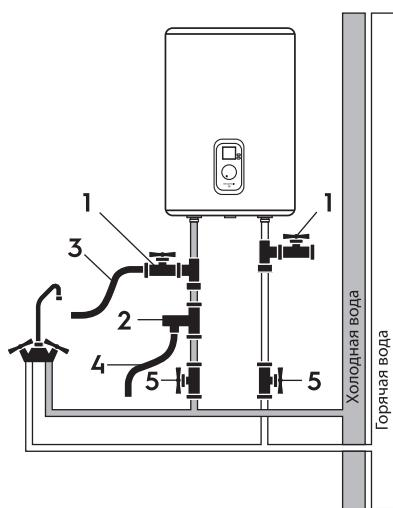

Рис. 5
нагреватель как можно ближе к месту использования горячей воды, поскольку чем меньше длина труб, тем меньше потери тепла. Как показано на рис. 5а, при горизонтальной установке водонагревателя трубы подводки должны быть расположены справа. При установке водонагревателя рядом со стеной, оставьте рекомендованное свободное пространство для технического обслуживания. Не устанавливайте водонагреватель на горизонтальной поверхности и вплотную к полу.
Подключение обратного предохранительного клапана (рис.5, поз. 2): клапан следует устанавливать в месте входа холодной воды (удостоверьтесь, что гибкая сливная трубка (рис.5, поз. 4) установлена, на отверстие спуска давления и слива воды и направлена вниз в специальный дренаж для удаления воды).
При подключении к системе водоснабжения необходимо предусмотреть и реализовать установку индивидуальных запорных вентилей (рис. 5, поз. 5) на линии подачи холодной воды в водонагреватель и на линии выхода горячей.
Для упрощения процесса слива воды из водонагревателя рекомендуется на входе и выходе воды из водонагревателя установить тройники (рис. 5, поз.1).
Рис.5а
- Присоедините дренажный шланг (позиция 3 на рис. 5) к запорному крану на тройнике на входе холодной воды в водонагреватель и направьте его в канализацию, либо в место слива воды. Откройте запорный кран и дождитесь полного слива воды.